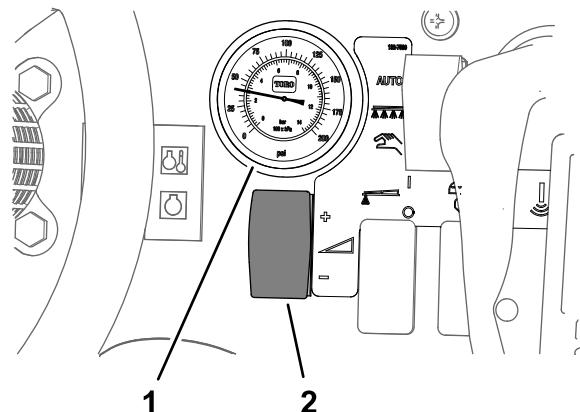

Bild 49
- Stellen Sie den Druck des Sprühsystems mit dem Dosierungsschalter auf ungefähr 2,76 bar (40 psi) ein, siehe Bild 49.